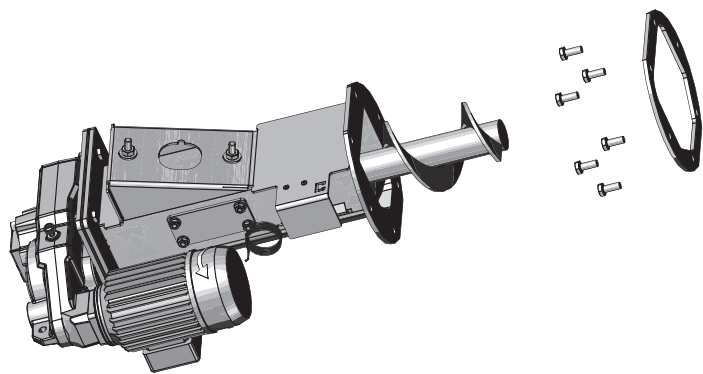

Fig. 106 Coclea di dosaggio con guarnizione
- ▶ Agganciare la copertura sopra i convertitori di frequenza in basso e fissarla in alto con 1 vite autofilettante – Fig. 106.